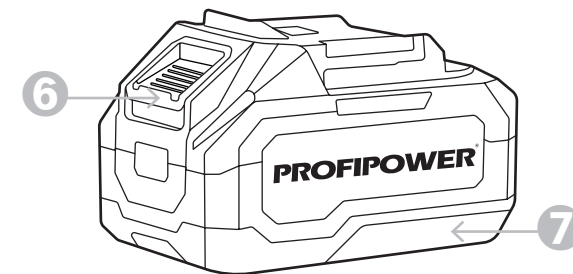

Рисунок 2.1.1. снятие аккумуляторного блока
① Для снятия аккумуляторного блока «7» нажмите кнопку «6» (рисунок 2.1.1.) извлеките блок.
② Для установки аккумуляторного блока совместите паз блока с выступом в корпусе и задвиньте его до упора так, чтобы он зафиксировался.